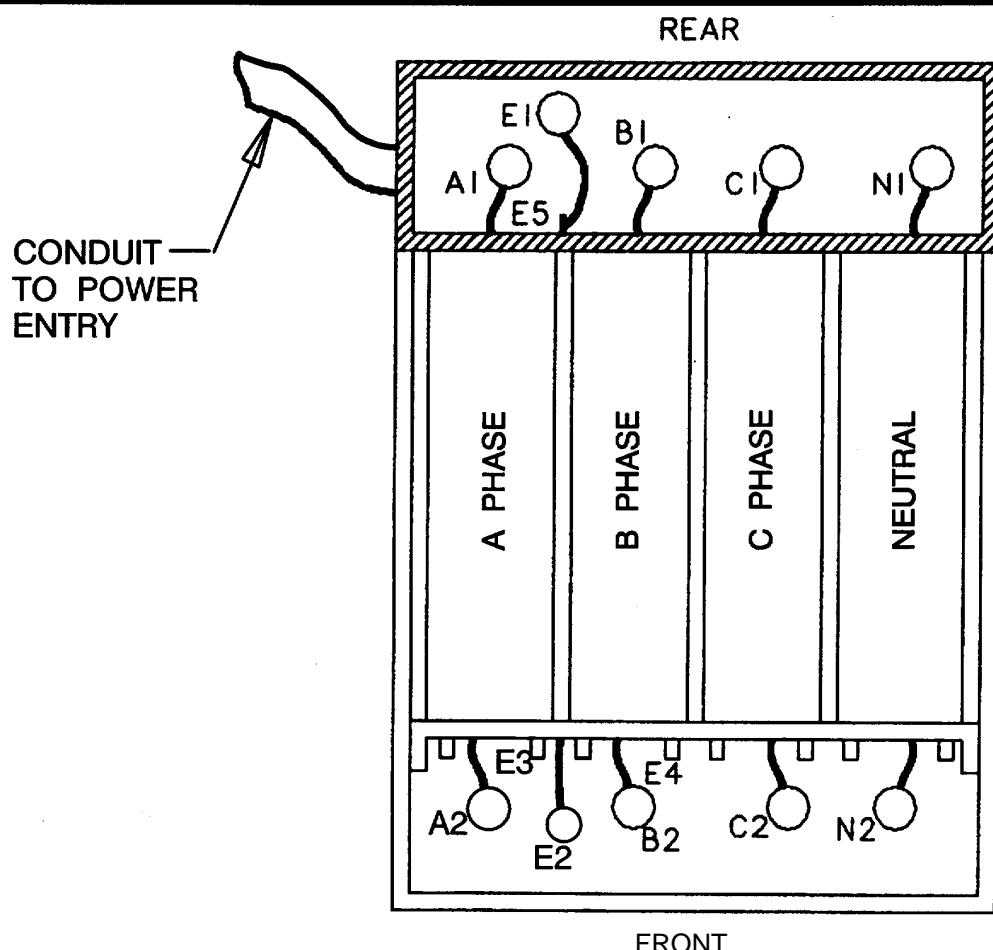

FIGURE 1 POWER FILTER
17. GROUND STUD E3 IS THE UPPER RIGHT MOUNTING STUD FOR THE LEFT MOST FILTER (A PHASE FILTER). GROUND STUD E4 IS THE UPPER RIGHT MOUNTING STUD FOR THE FILTER LOCATED ADJACENT TO THE LEFT MOST FILTER (B PHASE FILTER) SEE FIGURE 1 FOR PICTORIAL LOCATION.
18. GROUND STUD E5 IS LOCATED IN THE SHIELDED COMPARTMENT ON THE POWER ENTRY SIDE OF THE FILTER. SEE FIGURE 1.